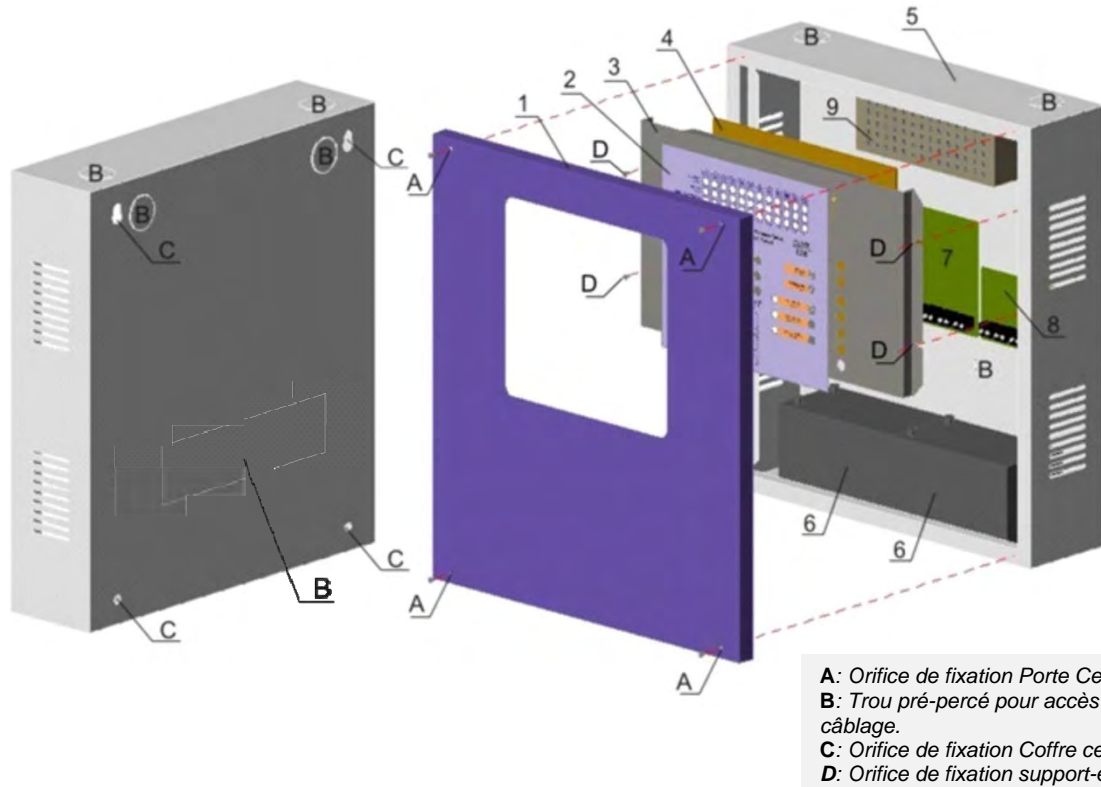

Figure 3 : Diagramme coffre et porte centrale.
La centrale CLVR est composée d'un coffre métallique, à l'intérieur duquel se trouvent différents composants. La porte se fixe sur le coffre au moyen de 4 vis frontaux (lettre A sur la figure 3) situées près des coins.
En ce qui concerne le coffre, il est doté de 6 trous pré-perçés de 28 mm et 1 rectangulaire pour permettre l'accès du câblage à la centrale (Lettre B sur la figure 3).
Pour l'installation du coffre sur le mur, il y a 4 trous d'un diamètre de 8 mm distribués sur le panneau arrière près des coins (lettre C de la figure 3).
- Réaliser les trous nécessaires pour fixer la centrale au mur. Pour cela tenir compte des orifices (C) dans les coins du coffre (voir figure 3).
- Démontez la porte du coffre en retirant les vis (A) des coins.
- Ouvrir les trous pré-perçés (B) nécessaires pour le passage des câbles dans la centrale.
- Monter le coffre sur le mur en se servant des orifices (C).